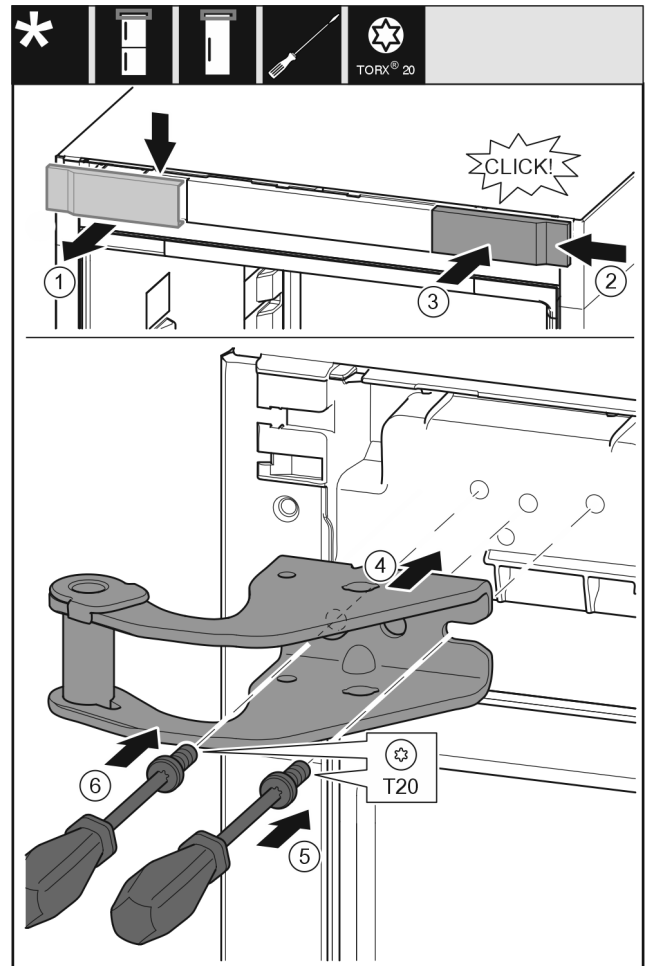

Fig. 11
- ▶ Odoberte kryt zhora dopredu. Fig. 11 (1)
- ▶ Kryt zaveste na druhú stranu sprava otočený o 180°. Fig. 11 (2)
- ▶ Kryt zaklapnite. Fig. 11 (3)
- ▶ Nasadte hornú ložiskovú konzolu. Fig. 11 (4)
- ▶ Skrutku nasadte a pevne zaskrutkujte skrutkovačom T20. Fig. 11 (5)
- ▶ Skrutku vložte a pevne zaskrutkujte skrutkovačom T20. Fig. 11 (6)